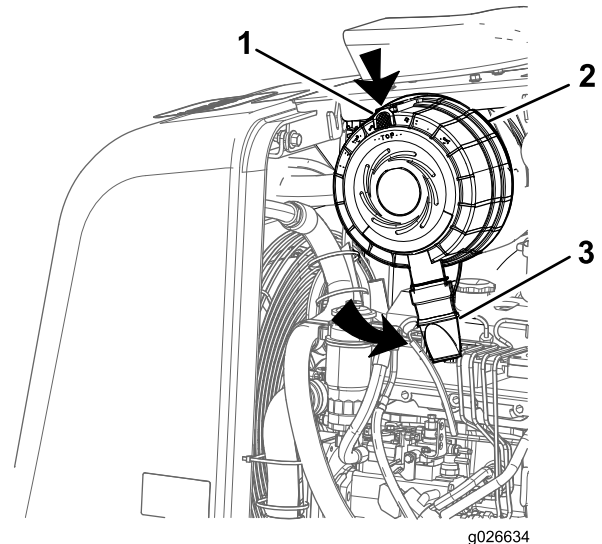

Figure 47
3. Faites pivoter le couvercle du filtre dans le sens antihoraire pour placer le capuchon antipoussière à la position 7 heures (Figure 47).